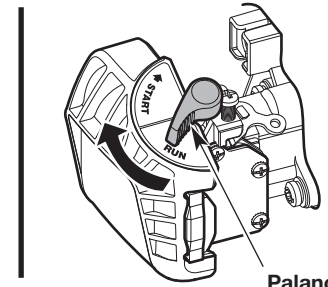

Fig. 6
1. Presione y luego suelte el bulbo del cebador lentamente **10 veces** (Fig. 6).
3. Gire la palanca del estrangulador hacia la derecha hasta que haga clic en la posición **START** (arranque) (Fig. 6).